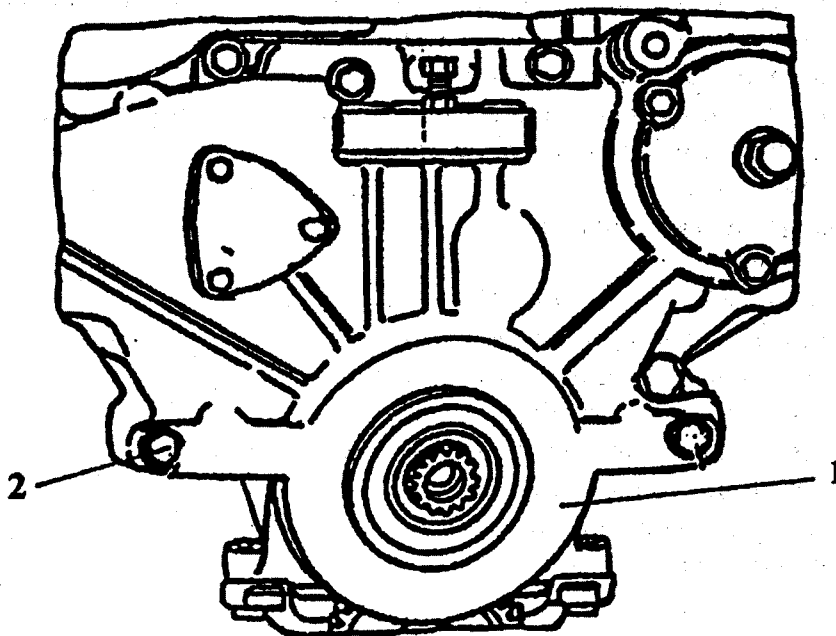

Рис. 9. Снятие крышки распределения
32. Снять крышку распределения 1 (рис. 9), прокладку и шестерню топливного насоса.